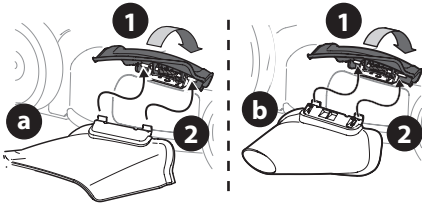

Figure 18
1. Relevez le bouchon de déchetage. Voir Figure 18.